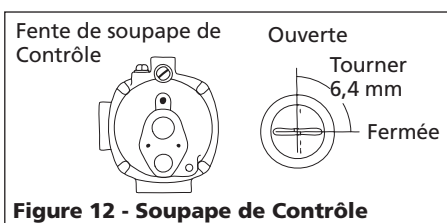

Figure 12 - Soupape de Contrôle
REMARQUE: Si la pompe pour puits profond est utilisée avec un jet de pompe de surface à boulons, s'assurer que la fente de la soupape de contrôle (Figure 12) soit toujours dans la position verticale (ouverte).
4. Fermer le robinet de contrôle (Figure 12) et ouvrir un robinet.